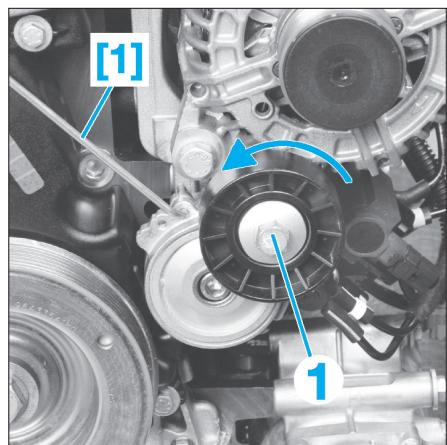

Fig. 1
- Tourner le galet tendeur (1) dans le sens inverse horaire (**Fig.1**).